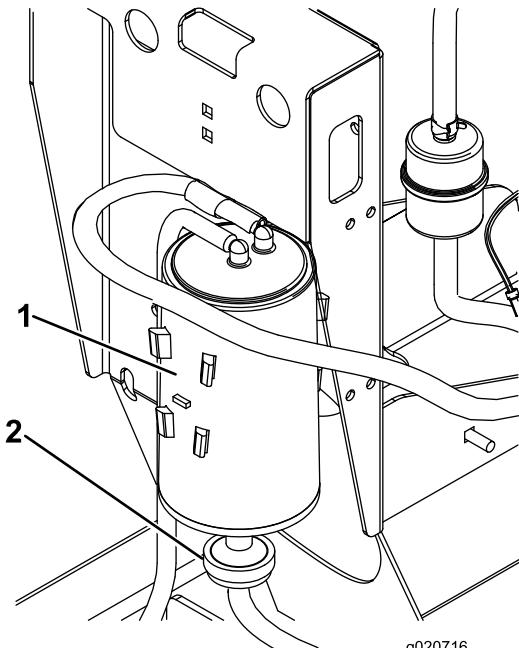

Figura 21
- Desconecte la manguera del filtro de aire del cartucho de carbón (Figura 21).
- Retire y deseche el filtro de aire del cartucho de carbón (Figura 21)